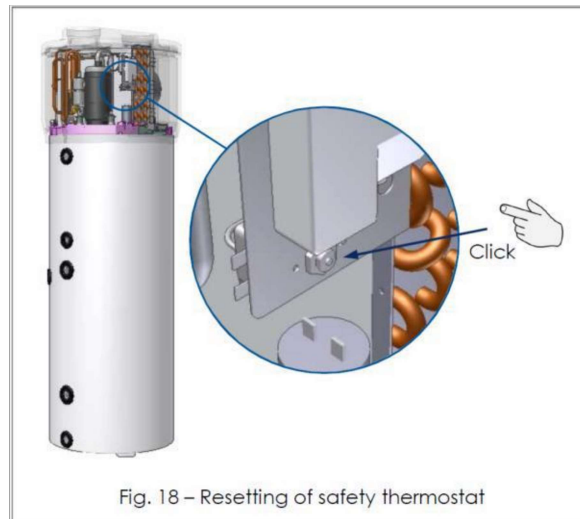

Fig. 18 – Resetting of safety thermostat
- de geactiveerde veiligheidsthermostaat van de bovenkant handmatig te resetten (fig. 18). In geval van activering steekt de centrale pin van de thermostaat ongeveer 4 mm uit.